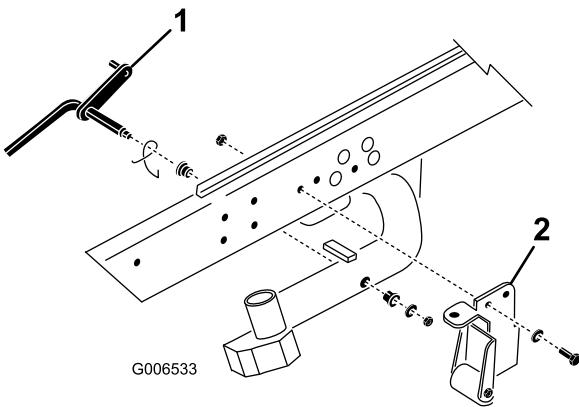

Figure 3
Remarque: Le support avec galet et les autres supports du dispositif de basculement ne sont pas nécessaires pour utiliser les plateaux de coupe DPA (Figure 3). Ils peuvent être déposés au besoin.
1. Enlevez le contre-écrou et la rondelle qui fixent la tige de pivot au bras de relevage N° 2 (Figure 3). Enlevez la tige de pivot et le ressort du bras de relevage. Répétez la procédure pour les bras de relevage N° 1 et 3.